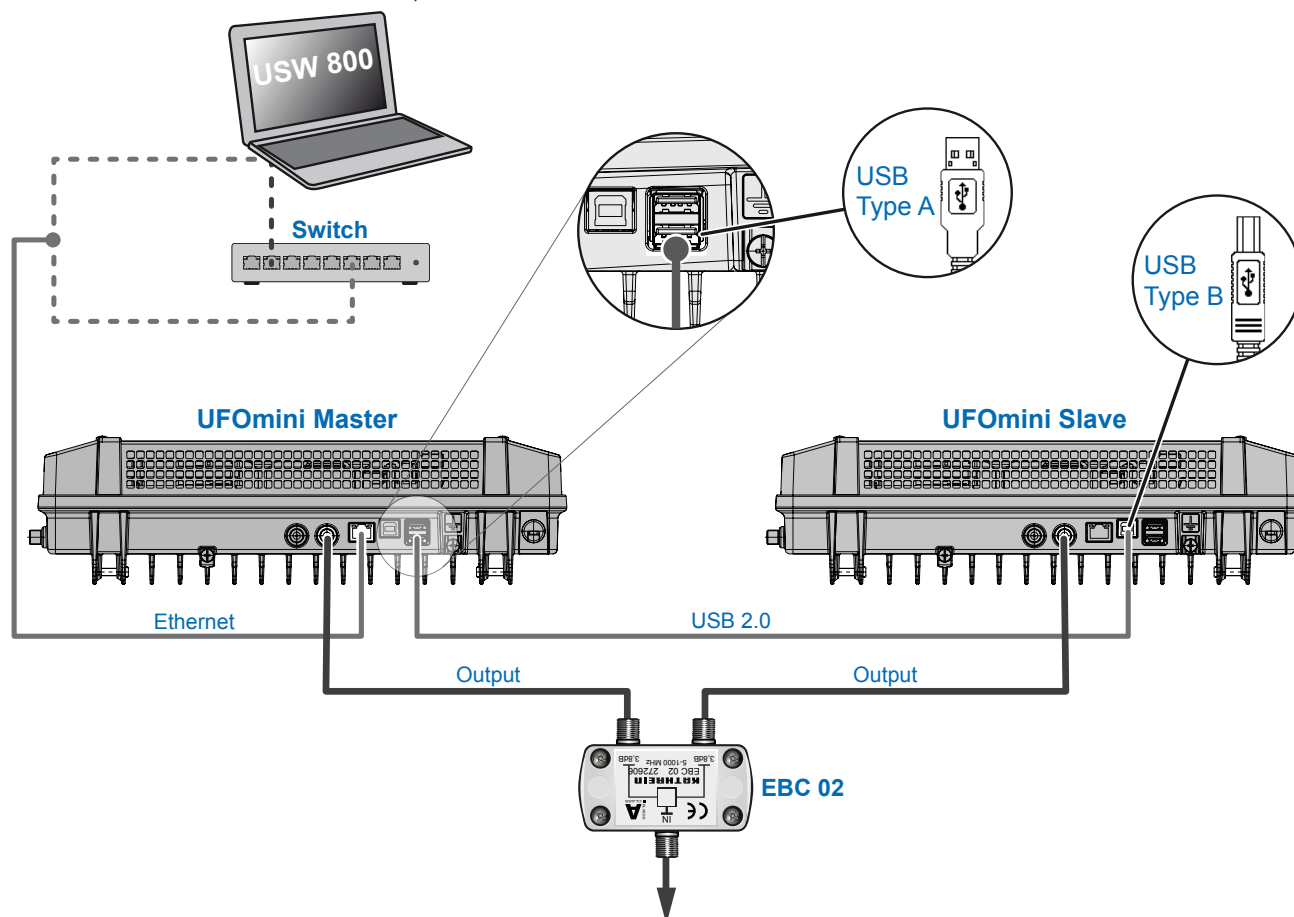

Abb. 4: Verkabelung
- Schließen Sie den Computer mit einem Ethernet-Kabel¹⁾ an die RJ45-Buchse an, bei Bedarf über einen Switch oder Router; siehe Abb. 4, S. 5. Die Kopfstelle arbeitet nun als *Master*.
- Falls eine zweite Kopfstelle vorhanden ist: Schließen Sie die zweite Kopfstelle mit einem USB 2.0-Kabel an die erste Kopfstelle an (Abb. 4). Dabei gilt: